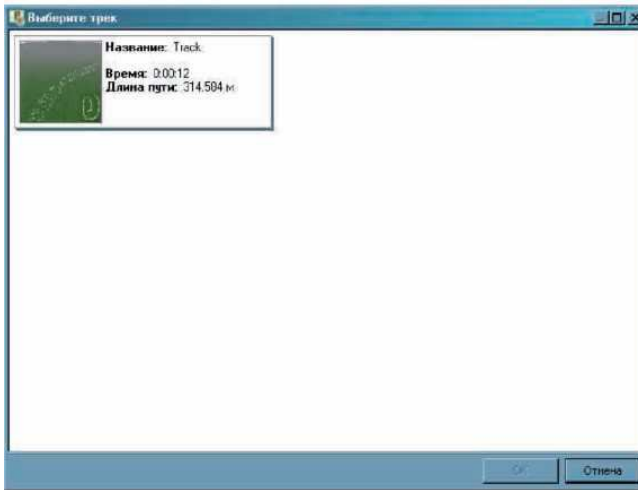

Рис.25. Меню «Выберите трек»
1. Выберите элемент меню *Запись - Пройграть трек*. Откроется диалоговое окно (рис. 25):